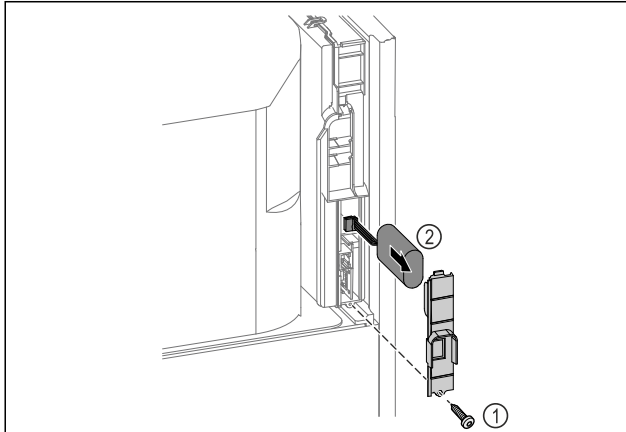

Fig. 219
- ▶ Schroef eruit draaien en het afdekplaatje aan de achterkant van het apparaat verwijderen Fig. 219 (1).
- ▶ Batterij ontkoppelen en verwijderen Fig. 219 (2).